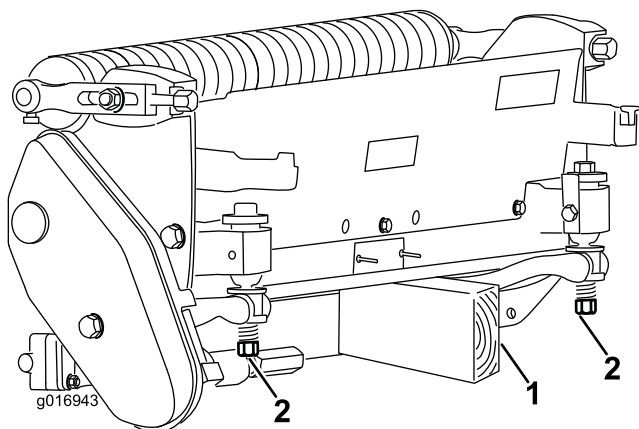

图3
当必须翻转滚刀组露出底刀/滚刀时应支撑住滚刀组的后部确保底刀架调节螺丝后端的螺母不会接触工作表面 图3。
- 注意** 确保底刀架调节螺丝的螺母或后端不接触工作表面 图3。
**重要事项** 当必须翻转滚刀组露出底刀/滚刀时应支撑住滚刀组的后部确保底刀架调节螺丝后端的螺母不会接触工作表面图3。